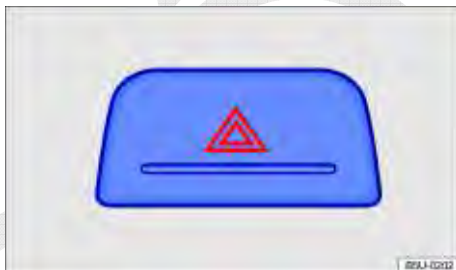

Fig. 146 Na parte superior do console central: interruptor das luzes de advertência.
2. Ligar as luzes de advertência com o interruptor (⚠) ⇒ Fig. 146.
As luzes de advertência também podem ser desligadas ao pressionar o interruptor  no painel de instrumentos ⇒ Fig. 146.